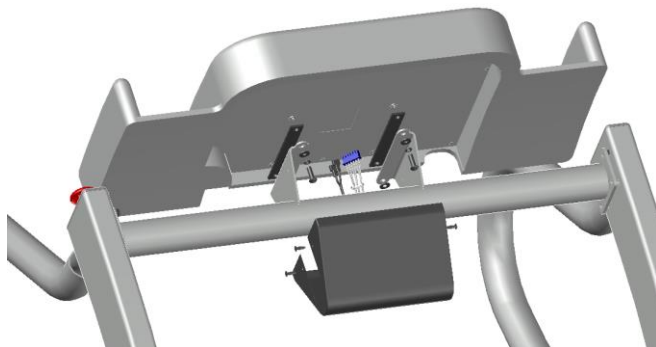

Figure 5-2
3. La Figure 5-2 montre les composants de montage inclus dans l'envoi du tapis de course. Le matériel contient :
- (4) boulons ¼-20